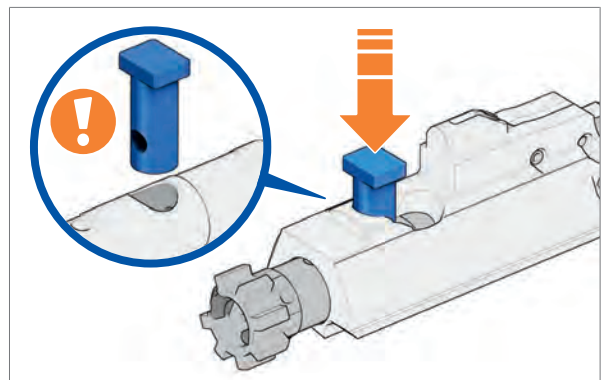

Abb. 117: Steuerbolzen einsetzen
2. Steuerbolzen mit Bohrung in Längsrichtung in den Verschlusskopf einsetzen (Abb. 117).